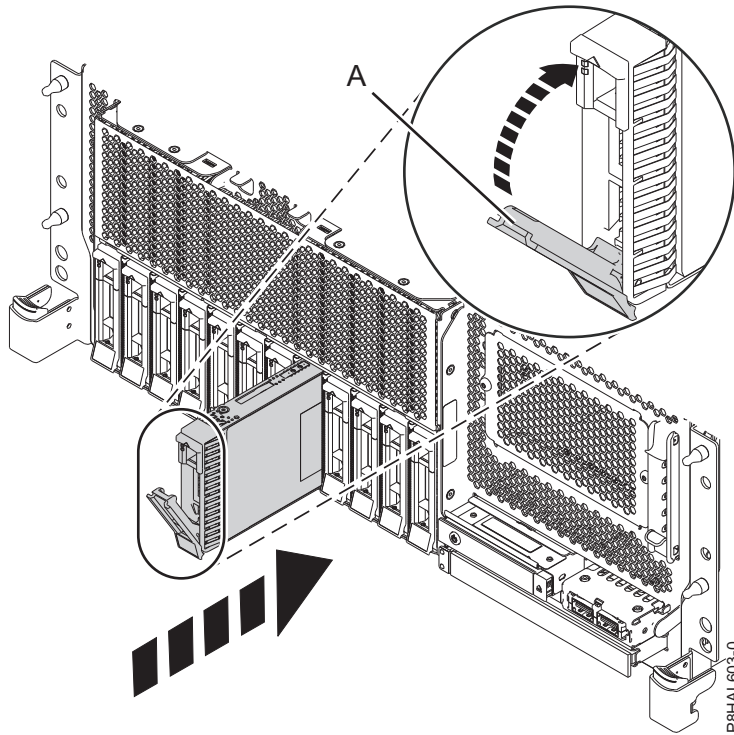

Figura 46. Instalación de una unidad de disco en un sistema de función base montado en bastidor
4. Desbloquee el asa de la bahía de unidad (A) ejerciendo presión y tirando de ella hacia usted. Si el asa no está extendida del todo, la unidad no entra en el sistema. Consulte la Figura 46 en la página 53, la Figura 47 en la página 54, la Figura 48 en la página 55 y la Figura 49 en la página 56.
8. Cuando el LED de identificación parpadee para la ranura seleccionada, deslice la unidad hasta el fondo de la ranura y empuje hacia adentro el asa de la bahía de unidad (**A**) hasta que quede encajada, como se muestra en la Figura 46, Figura 47 en la página 54, la Figura 48 en la página 55 y la Figura 49 en la página 56.